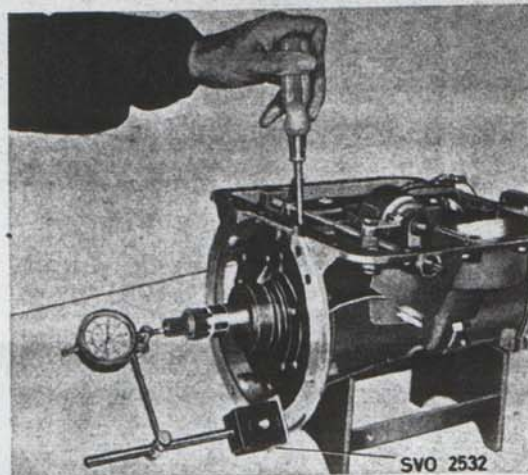

Bild 45. Kontroll av axialspel.
21. Montera indikatorn med platta SVO 2532 och magnetfäste enligt bild 45. Sätt indikatorspetsen mot axeländen, skjut axlar och drev framåt och bakåt och avläs axialspelet. Det skall vara 0,25—0,75 mm (0,010"—0,030"). Anteckna spelet.